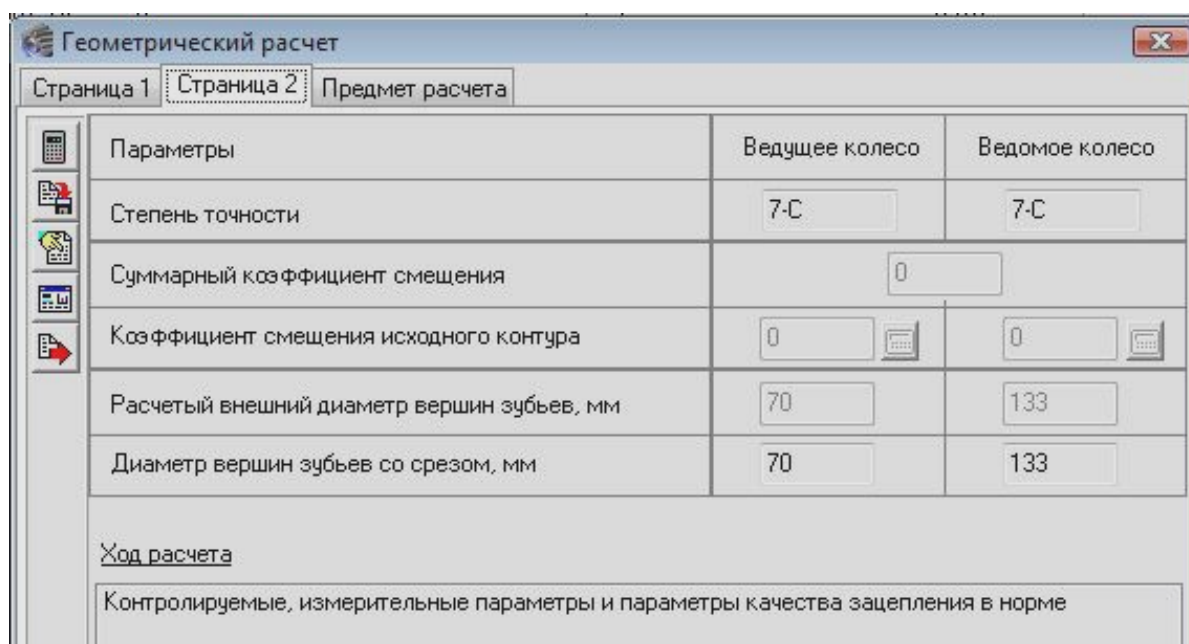

Рис. 3.21. Страница выполнения расчета зубчатой передачи
- Перейдите на *Страницу 2* (рис. 3.21) и включите команду **Выполнить расчет** . В области окна *Ход расчета* появляется отметка об удовлетворительности заданных параметров качеству зацепления или даются рекомендации о их изменении. Если введенные параметры в норме, **Завершите расчет** .